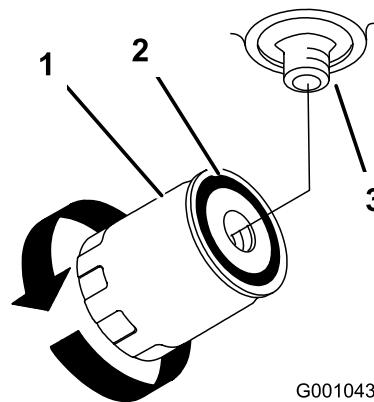

Bild 74
4. Entfernen Sie den Altfilter und wischen die Dichtfläche am Anbaustutzen (Bild 74) ab.
7. Drehen Sie den Filter nach rechts bis die Gummidichtung den Anbaustutzen berührt. Ziehen Sie ihn dann um eine weitere 1/2 Umdrehung fester (Bild 74).